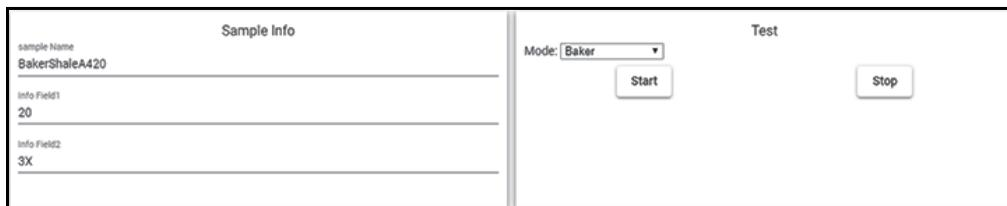

Рис. 5-5 Зоны «Test» и «Sample Info»
1. В диалоговом окне **Test** экрана **Live Operator**, выберите режим анализа (см. Рис. 5-5 на стр. 76).
- ◆ Щелкните **Stop** (см. Рис. 5-5 на стр. 76).